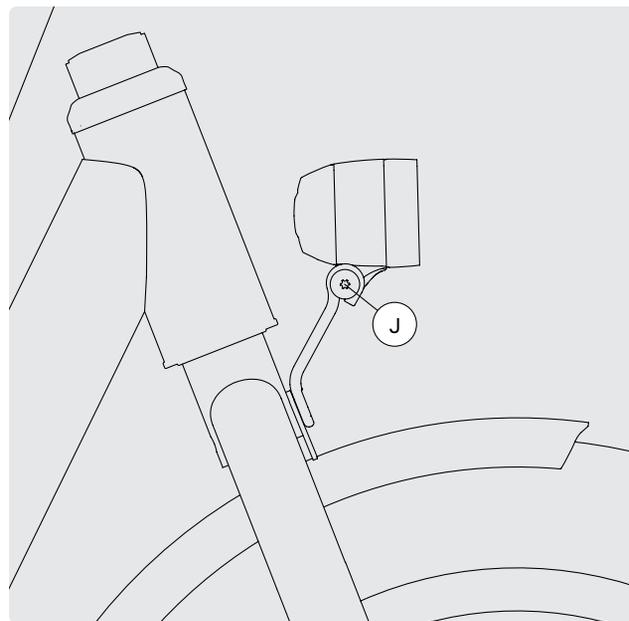

FIG. 50
- 1 Afloje el tornillo de ajuste J en el faro delantero (fig. 50).